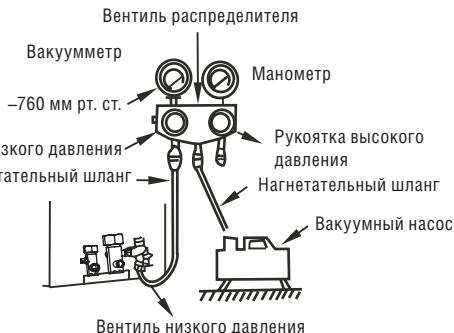

Рис. 6-4
- Удаление воздуха при помощи вакуумного насоса (рис. 6-4). (Порядок использования распределителя см. в инструкции по его эксплуатации)